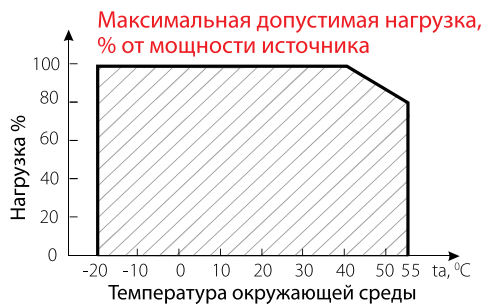

Рис.2
- 4.3. Не нагружайте источник питания более 80% от его максимальной мощности. Учитывайте, что с повышением температуры окружающей среды, максимальная мощность источника питания снижается, см. график зависимости на Рис.2.